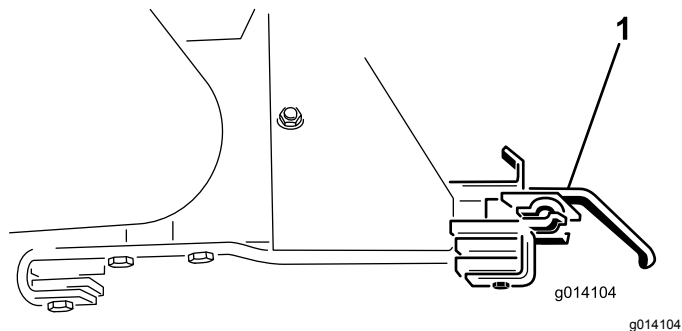

Figura 59
18. Rimuovete le due staffe di attacco dell'accessorio (Figura 59).